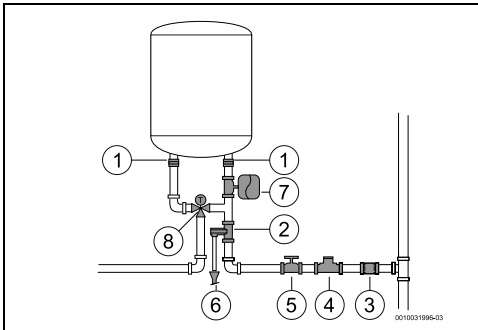

fig. 11
- të instaloni një valvulë reduktimi presioni (Fig. 11, [4]). Valvula e çlirimit të presionit do të aktivizohet sa herë që presioni në pajisje është mbi 8 bar (± 1 bar), për të cilën arsye është e nevojshme të planifikohet një mënyrë për shkarkimin e këtij uji.
- instaloni një enë zgjerimi (Fig. 11, [7]) për të ndaluar hapjen e shpeshtë të valvulës së çlirimit të presionit. Volumi i zgjerimit të enës duhet të jetë i barasvlershëm mme 5% të volumit të pajisjes.